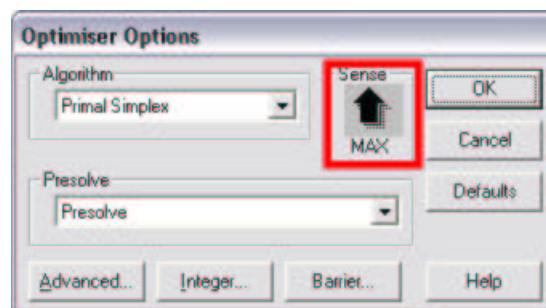

Figura 1.3: Janela de definição do tipo de problema
1. Clique no menu OPTIONS e depois em OPTIMISER, aparecerá uma janela como a mostrada na figura 1.3.
2. Clique com o mouse no campo ressaltado na figura 1.3 para mudar de minimização para maximização e vice-versa.